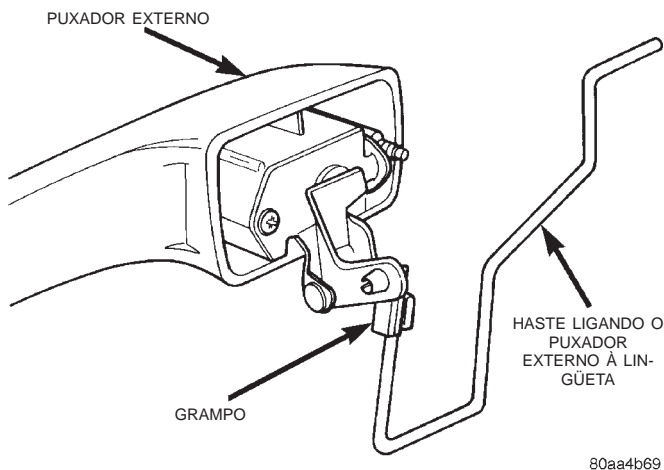

Fig. 57 Haste da Lingüeta
(7) Desengate a haste que liga o puxador ao lingüeta da alavanca de liberação da lingüeta do puxador (Fig. 57).